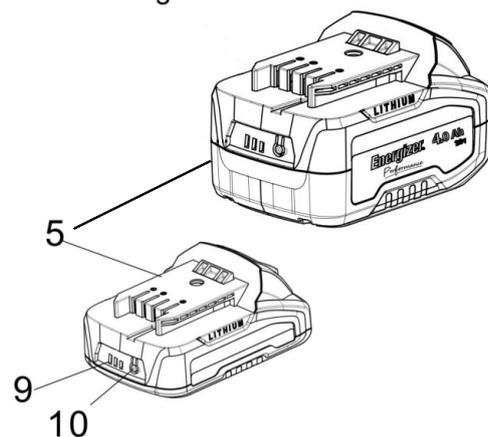

Fig 1a
2) Indicateur de capacité de batterie (Fig. 1a)